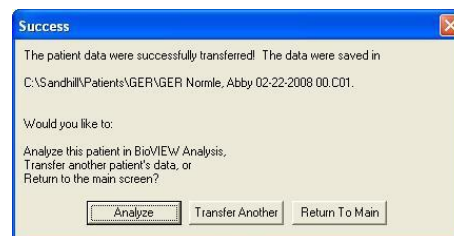

図 50 転送完了のポップアップ
- ⑫ データの転送が完了すると、図 50 の表示がでます。
- ⑬ 転送完了メッセージボックスで“Analyze”をクリックすると解析ソフトウェアが起動し、新しく転送された患者が自動的にロードされます。患者ファイルにインピーダンスおよび pH チャンネルデータが含まれている場合、解析は BioVIEW Analysis ソフトウェアが開きます。患者のファイルに pH チャンネルデータのみが含まれている場合、pH Analysis ソフトウェアで解析することができます。
- ⑭ “Return To Main”を選択すると、メイン画面に戻ります。